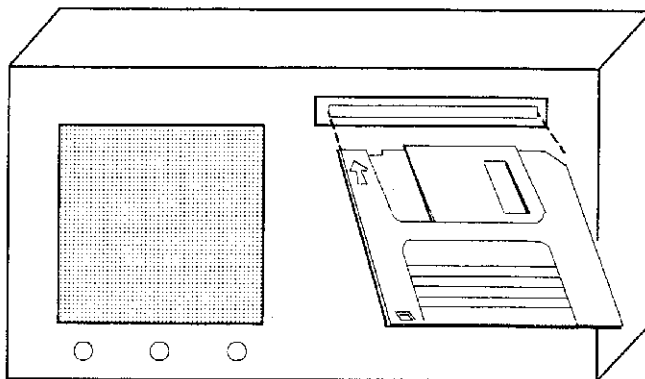

図 1-2 フロッピー・ディスクの装着方法 (R3765/67 の場合)
- フロッピー・ディスクをフロッピー・ディスク・ドライブに装着する場合は、図 1-2 のようにフロッピー・ディスクのラベルが付いている側を上側にしてスロットに挿入します。このとき、指で押して完全に奥まで挿入してフロッピー・ディスクがドライブに固定されるのを確認して下さい。フロッピー・ディスクを取り出す場合は、イジェクト・ボタンを押すと、フロッピー・ディスクが自動的に出ます。